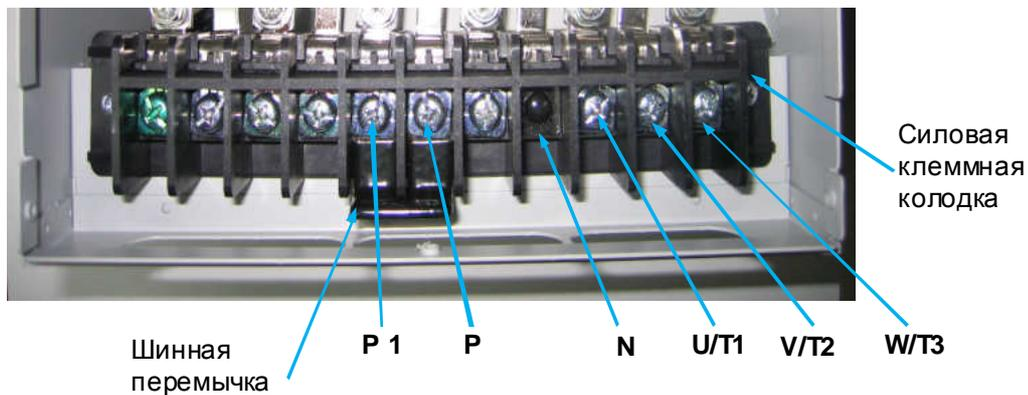

Рис.4.13
Диагностика заключается в «прозвонке» клемм **U/T1**, **V/T2**, **W/T3** силовой клеммной колодки с терминалами «+» и «-» звена постоянного тока. Терминал «+» связан с клеммами **P** и **P1** силовой клеммной колодки (рис.4.13). Терминал «-» связан с клеммой **N** силовой клеммной колодки (рис.4.13).
- 4.12.18.1. Проверить наличие шинной перемычки между клеммами **P** и **P1** силовой клеммной колодки (рис.4.13), убедиться в том, что клеммы затянуты.